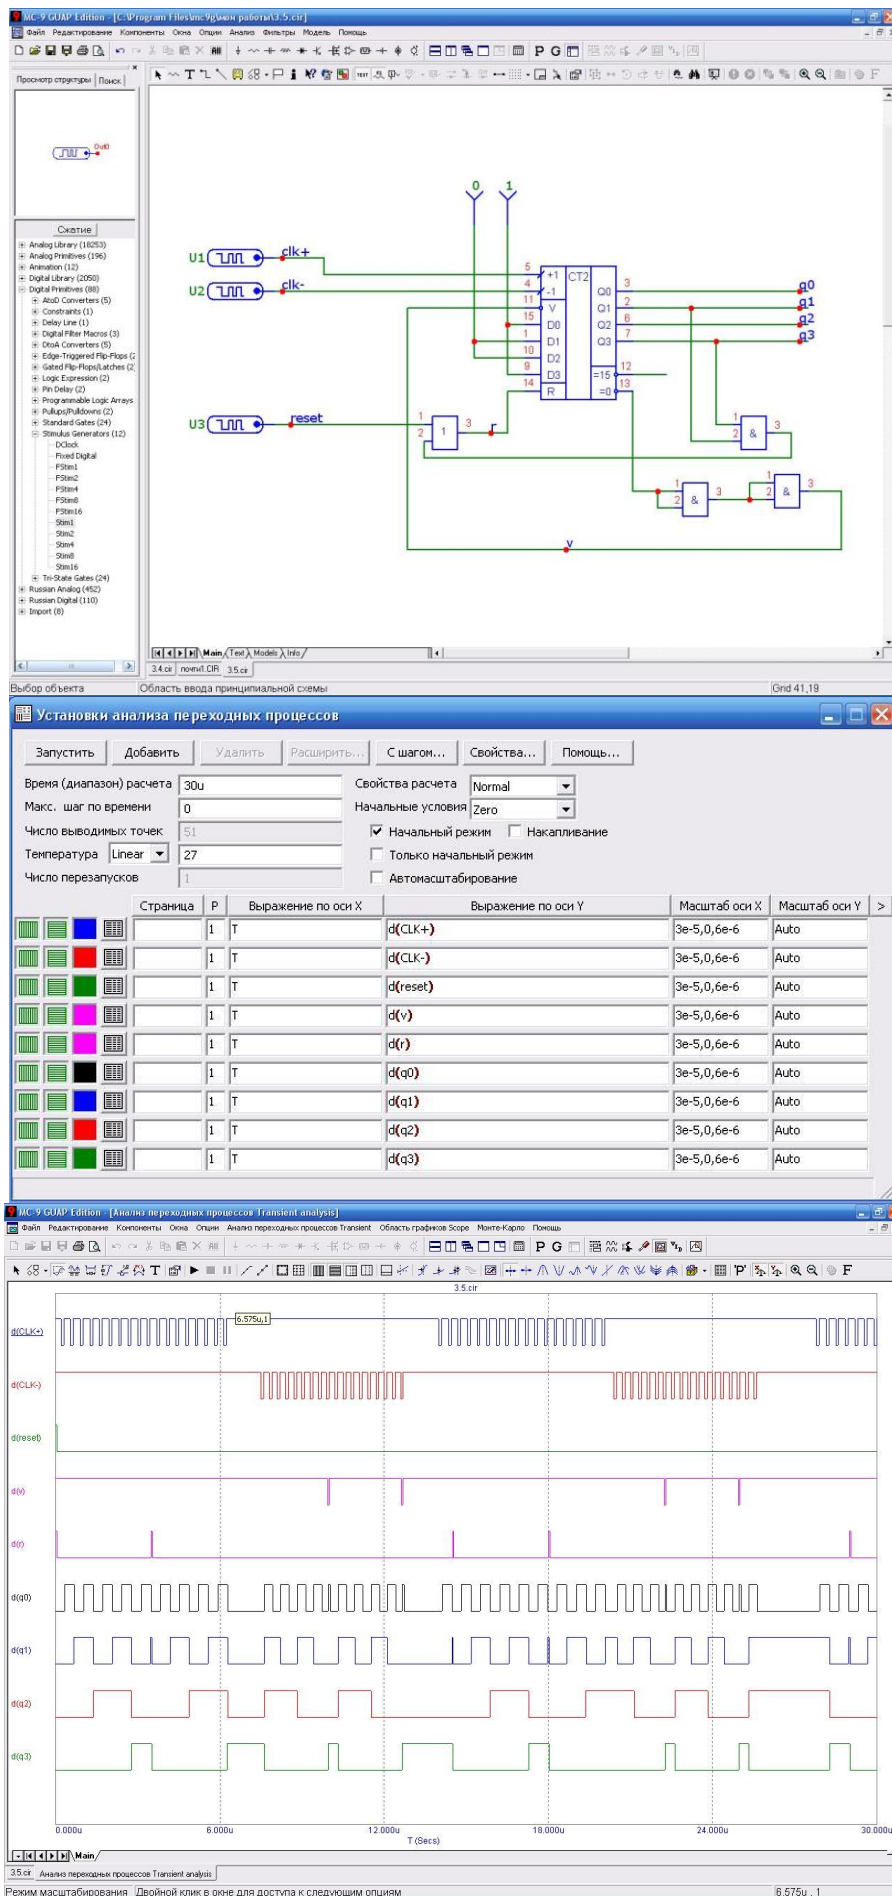

Рис. 28. Схема двоично-десятичного реверсивного счетчика
2. Выполнить моделирование работы счетчика и построить временные диаграммы. Пример построения схемы и временные диаграммы показаны на Рис. 28.